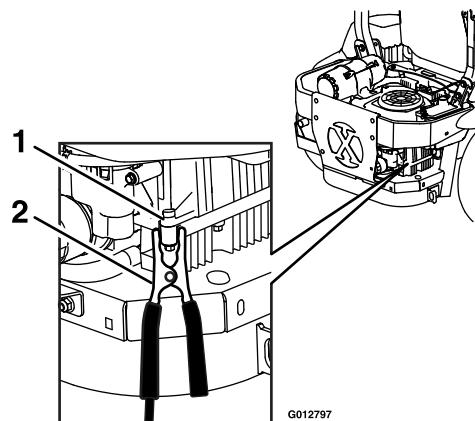

Figure 41
6. EFFECTUEZ LA DERNIÈRE CONNEXION SUR LE BLOC MOTEUR DU VÉHICULE EN PANNE (PAS À LA BORNE NÉGATIVE) À DISTANCE DE LA BATTERIE. RECULEZ-VOUS (voir Figure 41).